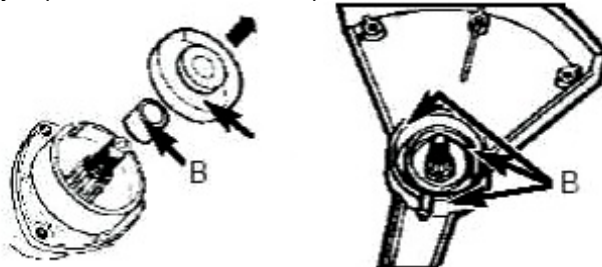

**Рис.2**
- Для установки рукоятки на инструмент, вам понадобятся следующие компоненты из набора пользователя: рукоять, крепление и винты (рис. 2).